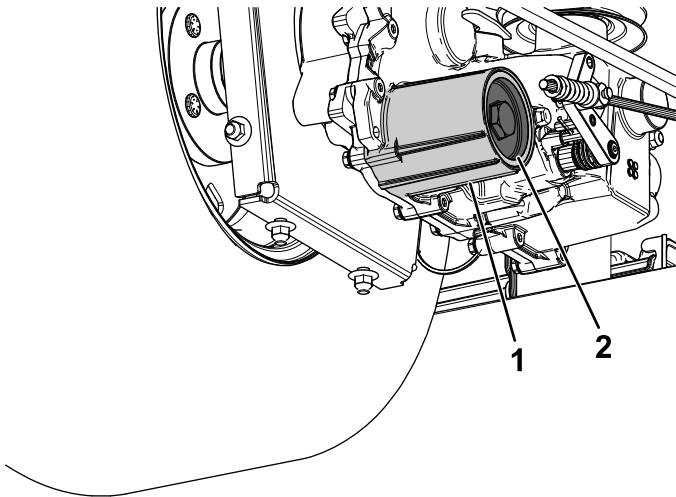

Figura 71
7. Rimuovete la copertura del filtro del fluido idraulico dal transaxle per spurgare il fluido (Figura 71).